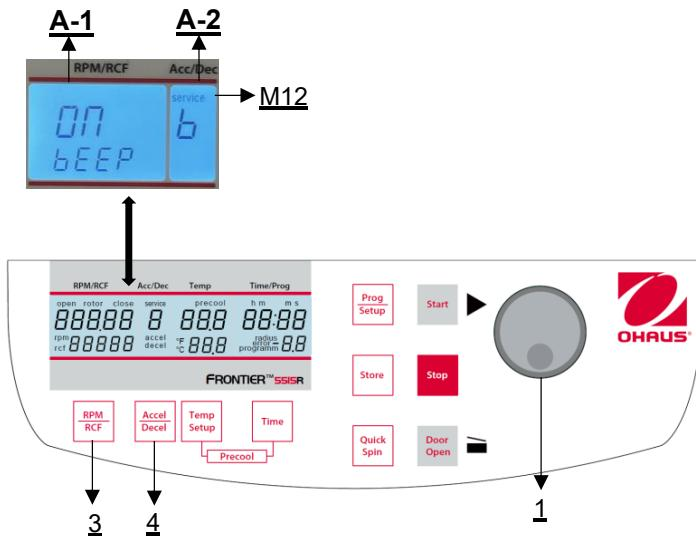

Figure 34
Procéder comme décrit au point 4.1.1 pour entrer dans ce mode de programmation et appuyer ensuite sur la touche "Accel/Decel" (4). Sur l'écran "Acc/Dec" (A-2), le mot "Service" (M12) clignote. Sélectionnez maintenant la lettre "b" à l'aide du bouton de réglage (1). L'affichage "RPM | RCF" (A-1) fait apparaître le mot "ON/BEEP". Après avoir appuyé sur la touche "RPM | RCF" (3), vous pouvez activer (On) ou désactiver (Off) le son du clavier à l'aide du bouton de réglage (1) (voir figure 34).